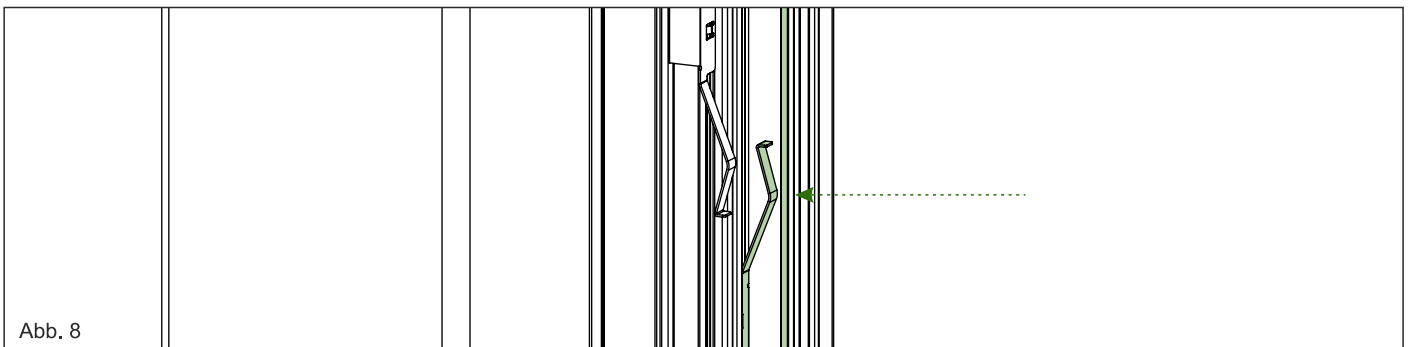

Abb. 8
7. Drücken Sie auf die Spannungsklemmen der Markisenschiene um diese in der Schienenführung einzurasten. Siehe Abb. 8.